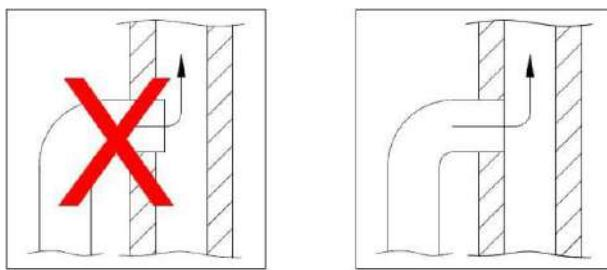

Figura 4
5. Quando si collega la stufa al camino, inserire il tubo di scarico nella stufa e fissarlo all'apertura all'interno del camino. La canna fumaria non deve attraversare l'apertura del camino stesso e deve essere allineata con l'interno della canna fumaria. Come illustrato nella Figura 4, il collegamento tra la muratura e la canna fumaria deve essere sigillato con materiali o listelli ignifugi.